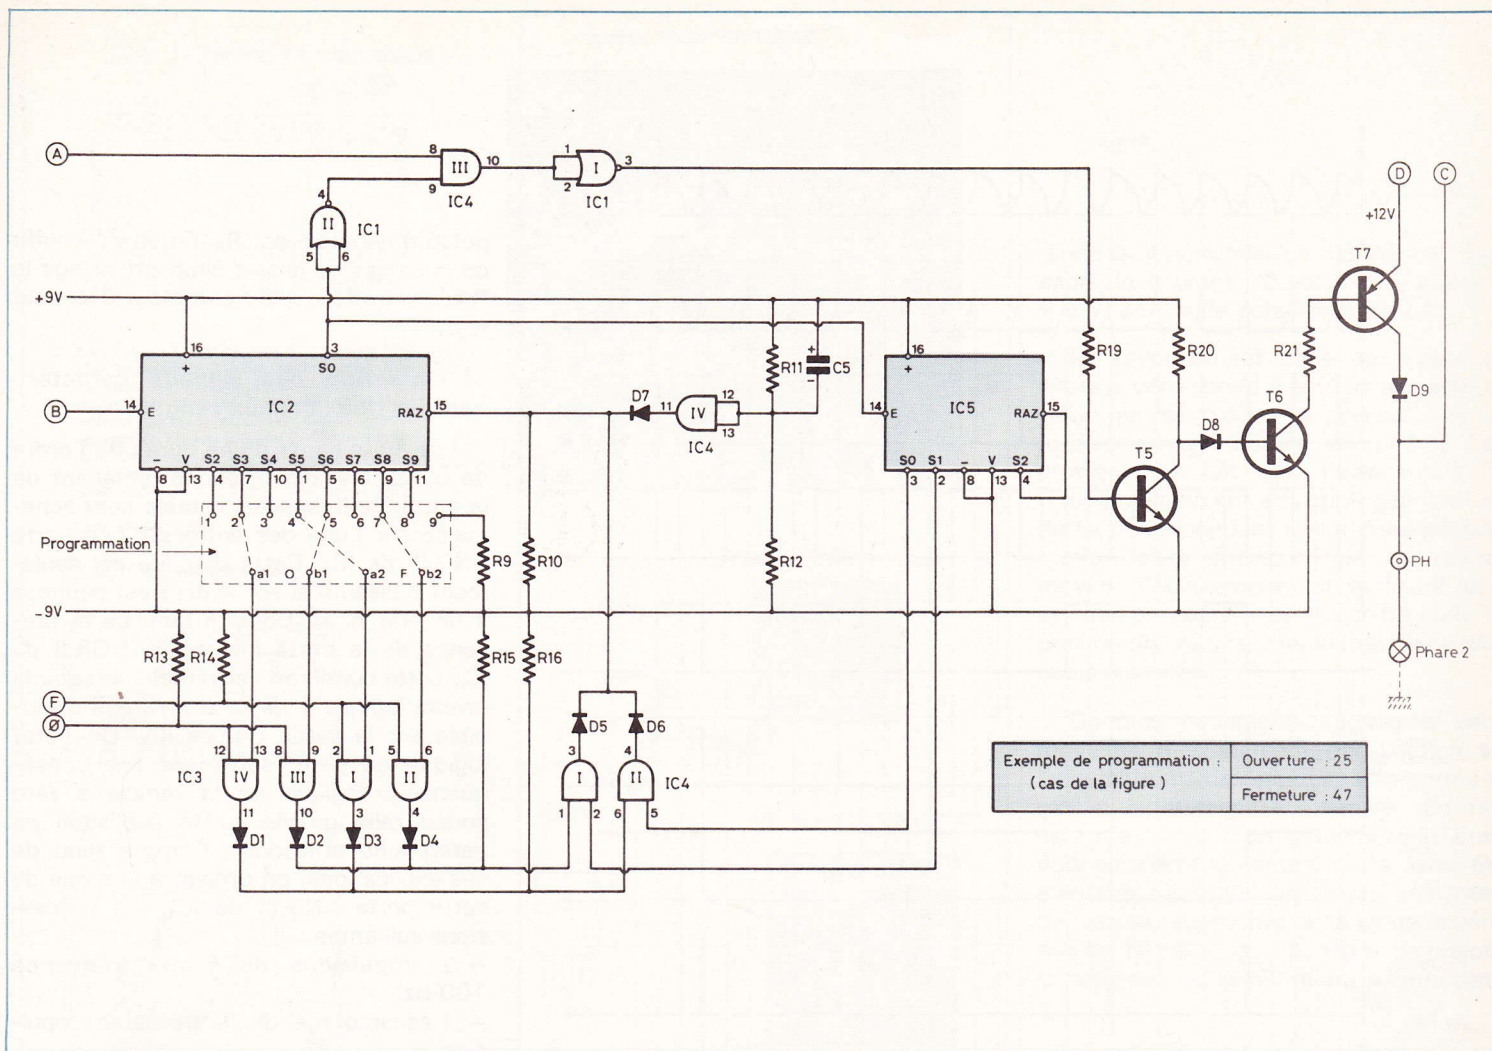

Fig. 4. — Schéma de principe de la remise à zéro codée du séquenceur de signaux.
d) Remise à zéro codée du séquenceur de signaux (fig. 4)
c) Obtention des signaux caractérisant les deux canaux : (fig. 4)
f) Remise à zéro automatique à la mise sous tension (fig. 4)
g) Amplification des signaux (fig. 4)